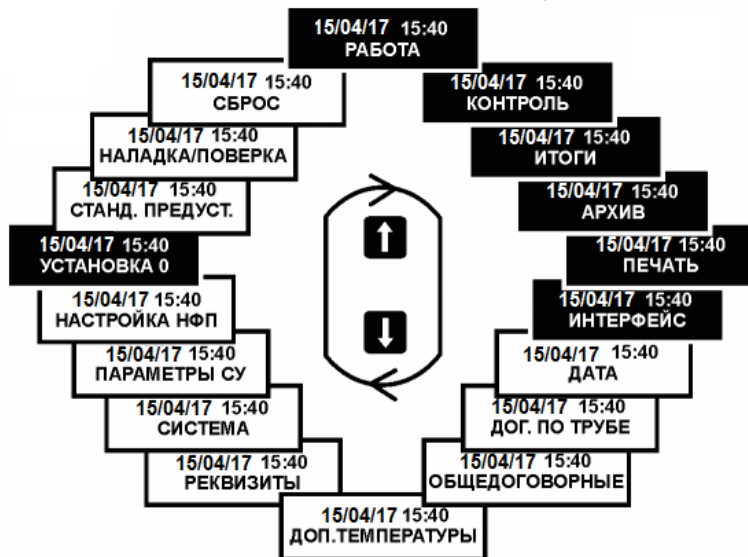

Рисунок 3 – Структура меню тепловычислителя ВКТ–5
- 1) **меню 1-го уровня** (рисунок 3) позволяет выбрать тип настроечных параметров, подлежащих установке, или тип параметров теплопотребления, подлежащих рассмотрению;